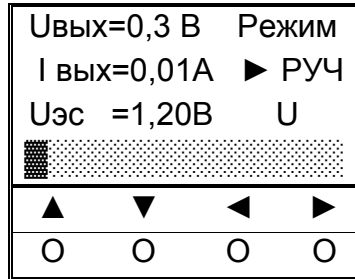

Рисунок 9
1. С помощью кнопок управления «◀», «▶» установить ползунок в нижней строке индикатора в крайнее левое положение, проконтролировать значения параметров: $U \leq 0,5\text{В}$, $I \leq 0,03\text{А}$ (рисунок 9).